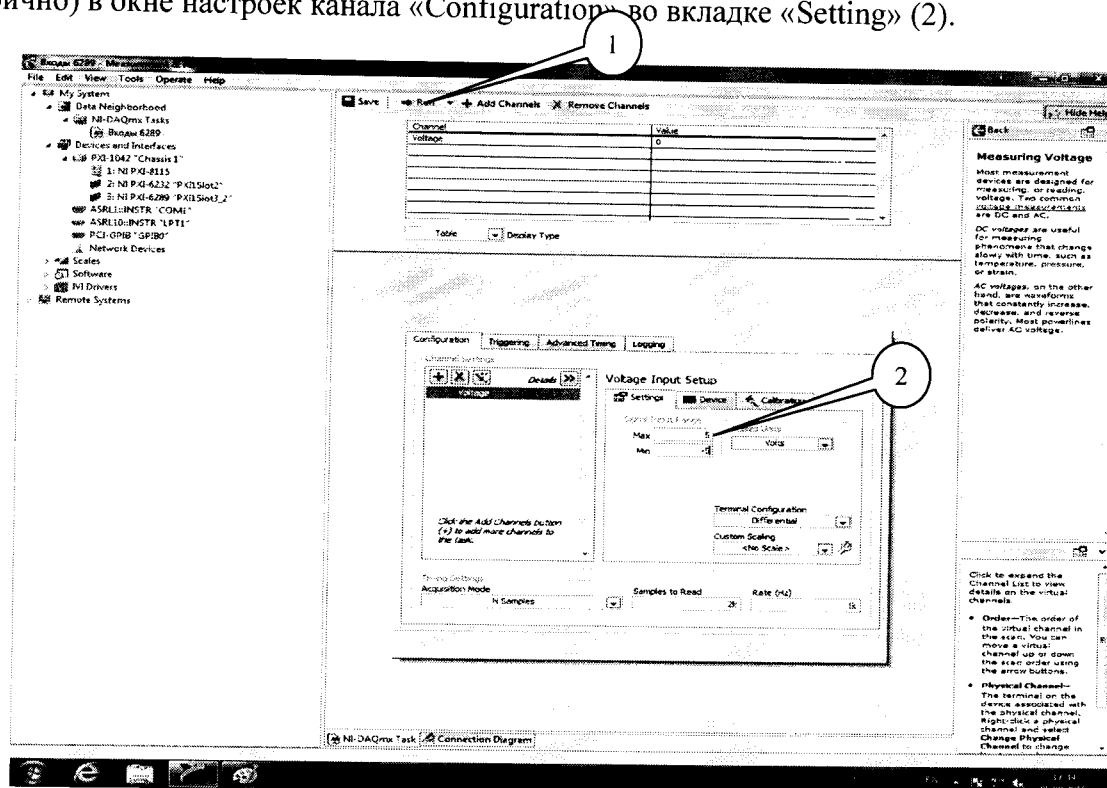

Рисунок 8.
7.3.6 Последовательно подавать с выхода калибратора на вход канала «ai0» напряжение постоянного тока для модулей NI USB-6218 на соответствующих верхних пределах измерений в соответствии с таблицей 3, для модулей NI 6232 в соответствии с таблицей 4, для модулей NI 6289 в соответствии с таблицей 5. Режим измерений запускать нажатием кнопки «Run» (1) на верхней панели вкладки (рисунок 8). Значения верхних пределов устанавливать (симметрично) в окне настроек канала «Configuration» во вкладке «Setting» (2).